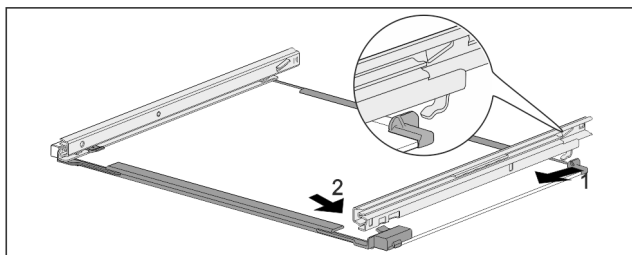

Fig. 229 Skleněná deska s kolejničkami
- Zahákněte kolejničku vzadu. Fig. 229 (1)
- Zaklapněte kolejničku vpředu. Fig. 229 (2)